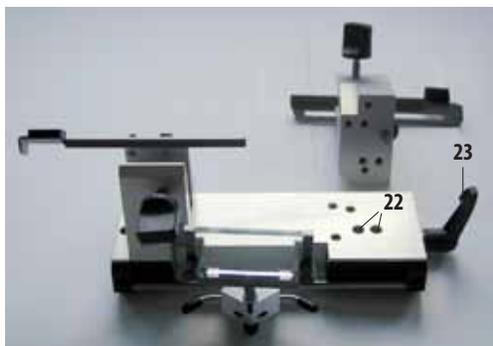

Рис. 11
2. Ослабьте рычаг (23, рис. 11) с правой стороны держателя ножа и выставьте угол наклона "0" (индексный маркер (25) должен совпадать с меткой "0"). Затяните рычаг (23, рис. 11). При неудовлетворительном качестве среза увеличивайте угол наклона с шагом 1°, пока не будет получен требуемый результат.
Сначала установите угол наклона на "0". Для этого ослабьте рычаг (23, см. рис. 11) и совместите индексный маркер (26) с меткой "0" на шкале угла наклона (27). Затяните рычаг (23). При неудовлетворительном качестве среза плавно увеличивайте угол наклона с шагом 1°, пока не будет достигнуто требуемое качество среза.